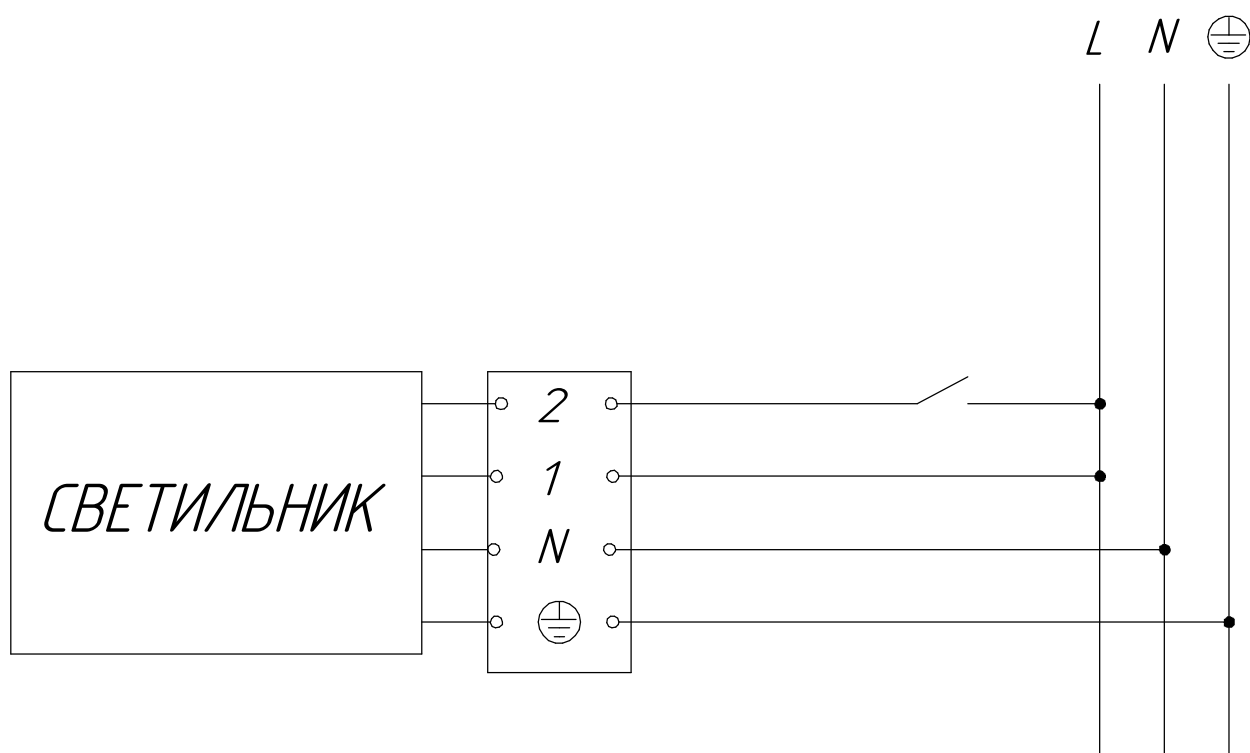

Рисунок 4 - Схема подключения светильников
5.5. Подключить сетевой провод к клеммной колодке в соответствии с указанной полярностью (см. рисунок 4 или 5).